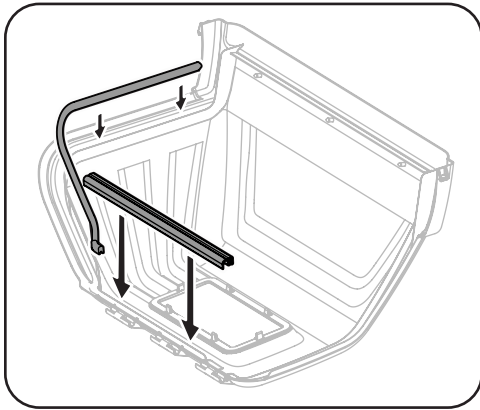

Figura 4-14
4. Si no está ya instalado, aplique sellos (720-05151) y (720-05152A) en la parte inferior de la cubierta superior del recogedor de césped (731-12348A) como se muestra a continuación. Vea la Figura 4-14.